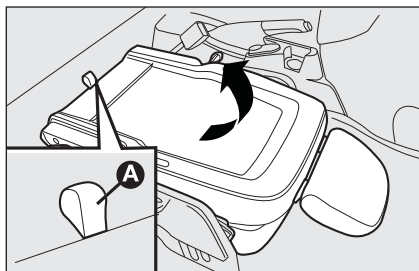

fig. 24
- ☐ pak de lip **A-fig. 24** vast en trek de rugleuning omhoog;